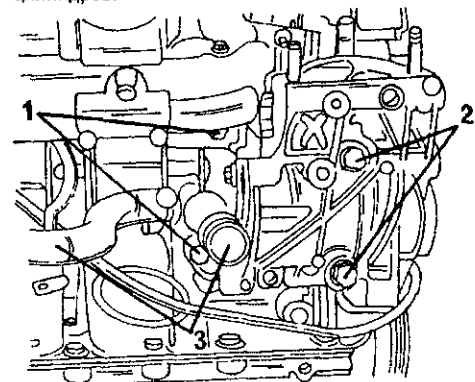

Рис. 40. Снятие водяного насоса. Насос крепится болтами (1) и (2). Водяной шланг подсоединен к штуцеру (3) насоса.
- Отвернуть два болта (1) с левой стороны выхода системы охлаждения (3) (Рис. 40) и два болта с правой стороны корпуса. Снять водяной насос с блока цилиндров.